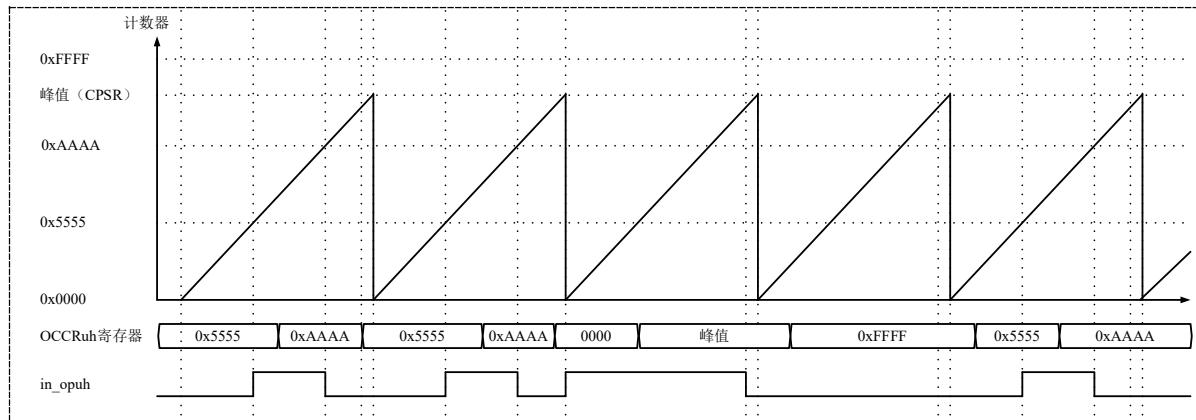

图 19-6 锯齿波模式波形输出例
1) 下图 19-6 是锯齿波计数模式下的比较输出模块的波形输出示例。